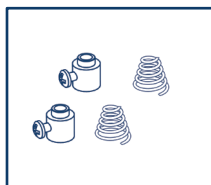

Fig.5
- 2 molle, 2 morsetti da installare all'interno del cassetto (Fig.5)